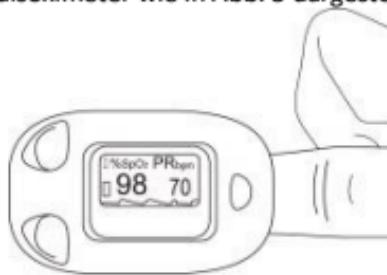

Abb. 5 Fingerposition
1. Der Finger muss richtig im Sensor liegen (siehe Abb. 5) oder es kann zu Messfehlern kommen.
- 2) Öffnen Sie das Pulsoximeter wie in Abb. 5 dargestellt.